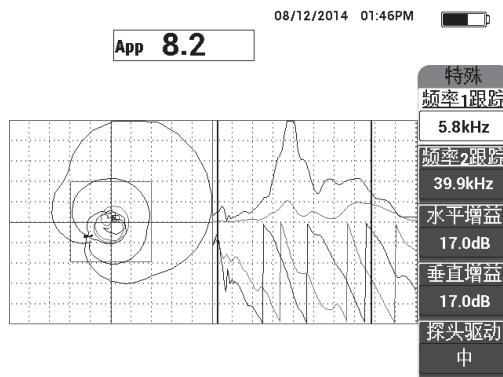

图 6-59 频率频谱图（屏幕右侧）
5. 慢慢地在缺陷上进行扫查，仔细观察频率的频谱图（右侧视图），特别是波幅分量（右图的上部）（参见第155页的图6-59）。